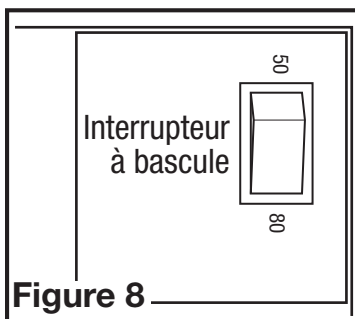

Figure 8
- Localisez l'interrupteur à bascule en haut du compartiment de câblage et réglez-le sur le nombre de PCM souhaité - « Bas » pour 50 PCM ou « Haut » pour 80 PCM (**Figure 8**).